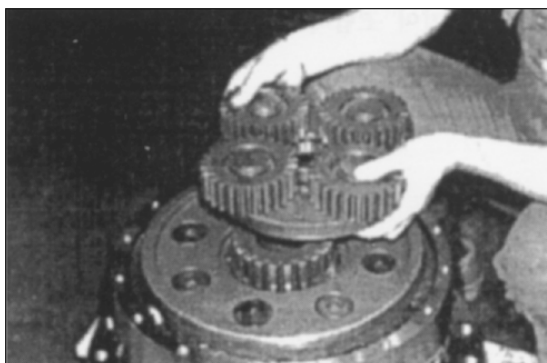

Рис. 106
15. Установите вторую передачу редуктора. Рис. 106.